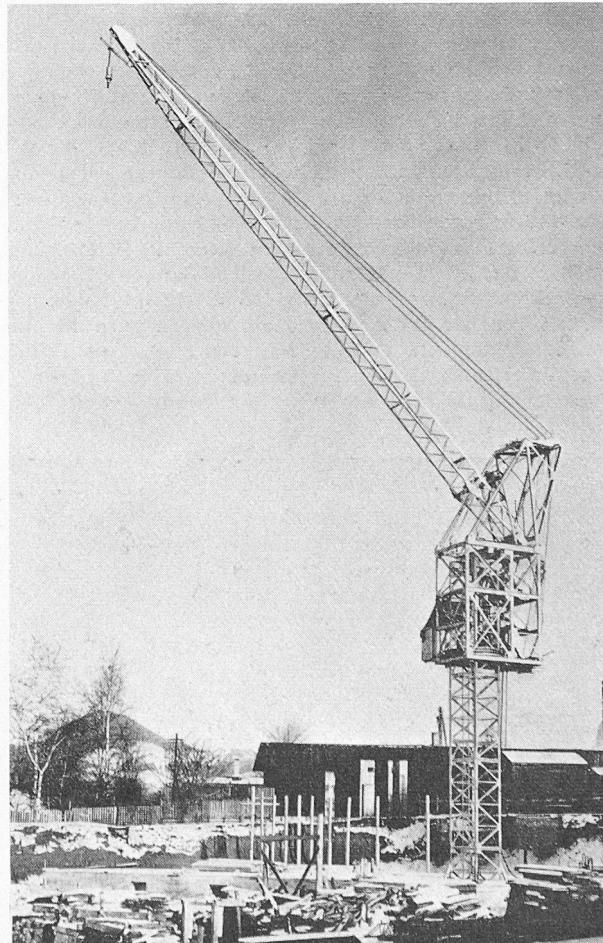

Bild 7. Kletterturmtdrehkran *Schwing KTK 28 W* mit Wippausleger
Bei der Ueberflutung zweier Schalenräume soll die Schwimmfähigkeit des vollbeladenen Schiffs noch voll gewahrt bleiben. Um diese Forderung zu erfüllen, ist die Schale der «Romanshorn» in 13 Räume unterteilt. Bild 7 zeigt einige der extremsten Schwimmlagen, die sich bei der Ueberflutung zweier benachbarter Räume des vollbeladenen Schiffs ergeben. Die Stabilität ist noch gut; in einzelnen Fällen ist die metazentrische Höhe sogar noch grösser als in der Normallage.
*Hochhauskletterkrane* sind die jüngsten Kinder der Baukranproduktion und sind für den Hochhausbau in Stahlbetonskelett-Bauweise, wie dieser in der Schweiz besonders gepflegt wird, unbedingt erforderlich. Gleich drei Erzeugnisse wurden gezeigt: *Hilgers-Vögele* Typ SK 25 N, *Liebherr* 25 HGS, *Schwing* KTK 28 W (Bild 7), der erstgenannte mit Laufkatzenausleger, die beiden anderen mit Wippausleger. Alle drei Fabrikate sind auch als gleisfahrbare Turmdrehkrane verwendbar. Die konstruktive Neuheit ist die Anlenkung des Wippauslegers hinter dem Mast, im rückwärtigen Teil der drehbaren Kopfglocke. Hierdurch gibt es fast keinen unerreichbaren Innenkreis, und die Selbstmontage ist möglich. Beim *Kletterturmdrehkran Schwing* KTK 28 W bleibt der Lastweg bei Auslegerverstellung infolge spezieller Seilführung horizontal, was die Förderleistung vergrössert, die Kranführung vereinfacht bzw. die Sicherheit erhöht. Beachtenswert bei diesem Kran ist auch der Klettervorgang, bei dem auf die Umsetzung der 3 m langen Turmelemente verzichtet wird, und der am Modell wie folgt demonstriert wurde: Von der dritten Geschossdecke an wird der nun unverändert bleibende und den Baukörper stets um 12 m überragende Kran mit einer besonderen Winde über einen Flaschenzug im Mastinnern um ein Geschoss weitergehoben.